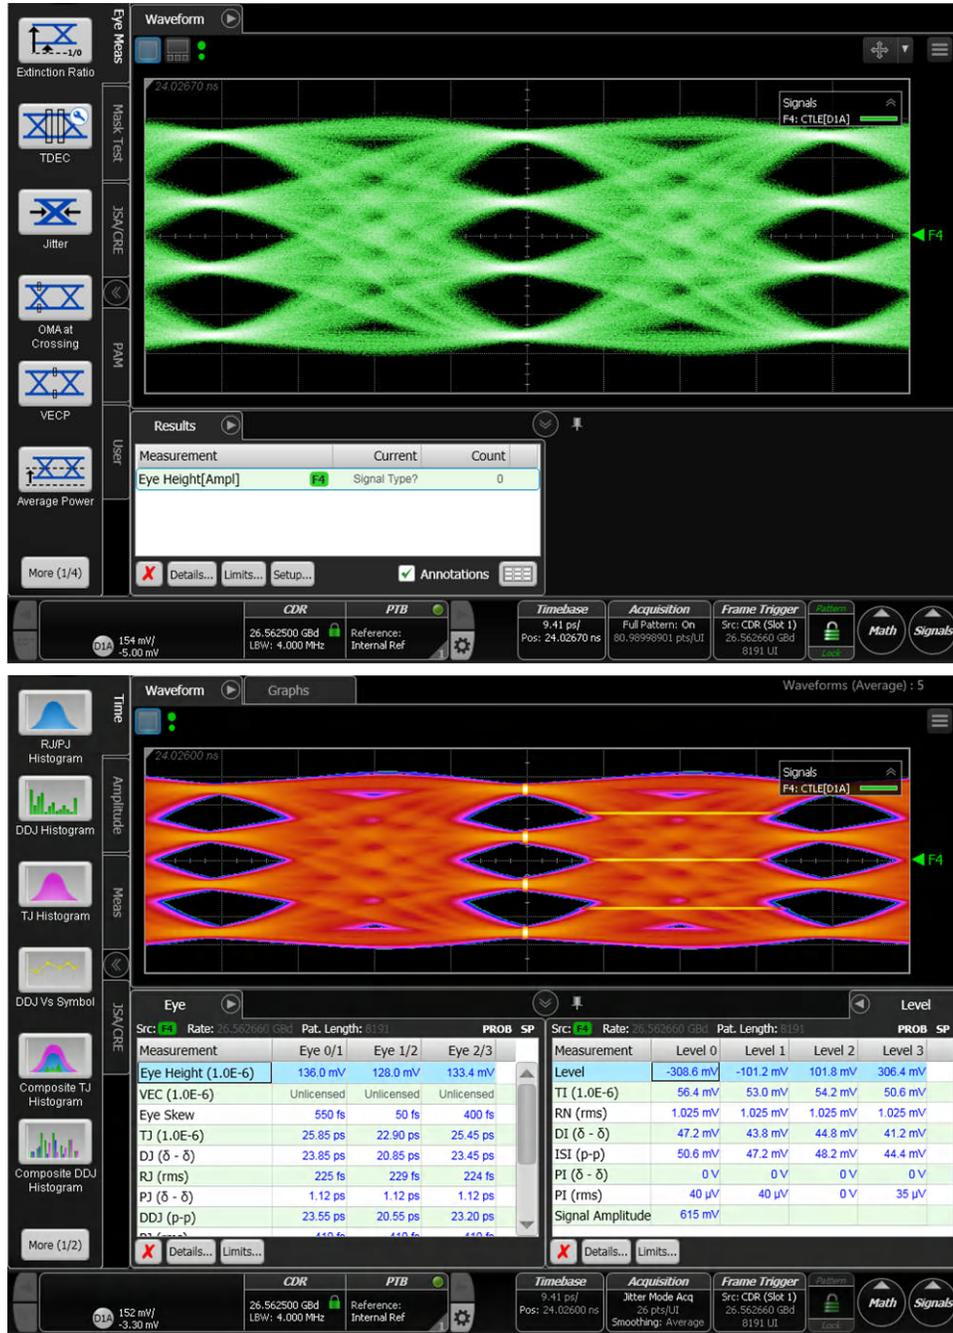

図 3-3. TX 出カアイ・ダイアグラムとジッタ測定
- `usefulFunctions.py` の「CHANGE TX-FFE」コード・ブロックを使用して、出力アイを目視で検査しながら FFE タップを調整し、性能を最適化します。図 3-3 に示す結果では、「`pre=2`」および「`post=4`」の設定が使用されました。
TX 出カアイ・テストは、セクション 3.3 に概要を示した手順に従って、TIDA-060043 ボードで実行されました。出カアイとジッタの測定結果を 図 3-3 に示します。